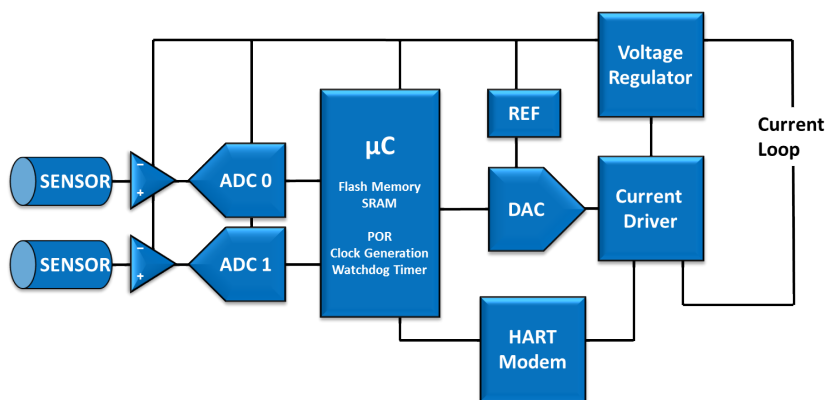

图3. 智能变送器信号链
1. 图3信号链中所示的两种传感器常用于智能变送器设计，其中的主变量取决于辅助变量(例如主变量的温度补偿)。检测元件测量环境参数或过程变量。传感器输出信号需要进行调理和放大。通常使用低噪声精密仪表放大器。重要的是低噪声与低功耗之间应实现良好的平衡。经过调理的传感器信号随后由ADC采样。为提供高性能16位现场仪表输出，需要使用分辨率高于16位的ADC。常常选用高分辨率、高动态范围的 Σ - Δ 型ADC。ADC输出信号的数字信号处理是信号链中的下一级。这是在微控制器中完成。通常使用10 MIPS以上的32位RISC控制器，比如ARM Cortex™-M3。该控制器还需要辅助以适当大小的闪存SRAM和其它外设，例如：上电复位功能、时钟产生、数字接口和一系列诊断功能。微控制器(μ C)是一个复杂元件，可能需要很大功率，所以每毫瓦功率能够完成的处理越多越好。
3. 馈入DAC的是HART调制解调器，它与 μC 的UART接口一道，支持智能变送器设计的HART通信，在检索仪器的过程和诊断信息方面起着重要作用。同样，低功耗和小尺寸是选择HART调制解调器组件时的重要考虑因素。拼图的最后一块是电源管理电路(如图3所示)，图中显示为稳压器模块。它直接从环路获取电源，并提供稳压电源以为图中所示全部变送器信号链器件供电。
更详细地研究此解决方案，并将其与图3说明的通用信号链进行比较：